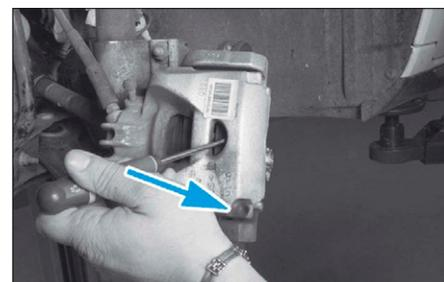

FIG. 6
- A l'aide d'un tournevis, faire lever pour repousser partiellement le piston de l'étrier (Fig.6).